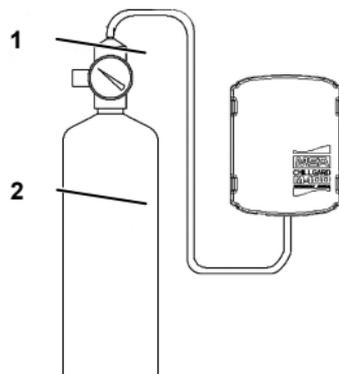

Bild 6 Zuführung des Probegases
- (1) Alle an den Ausgängen angeschlossenen Geräte deaktivieren oder die Kabelanschlüsse der Ausgänge trennen.
- (2) Schlauch mit dem Durchflußregler und der Testgasflasche verbinden. Danach den Schlauch an die Öffnung unten am Sensor anschließen. (→ Bild 6).
- (3) Durchflußregler öffnen und Testgas für mindestens fünf Minuten zuführen.
- (4) Wenn das Gerät korrekt funktioniert, zeigt die rote LED im Funktionsprüffenster Folgendes an:
- (5) Durchflußregler schließen und Schlauch aus der Öffnung entfernen.
- (6) Gaskonzentration wieder in den Normalzustand zurückkehren lassen.
- (7) Alle an den Ausgängen angeschlossenen externen Geräte wieder aktivieren oder die Kabel erneut an die Ausgänge anschließen.